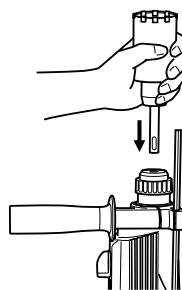
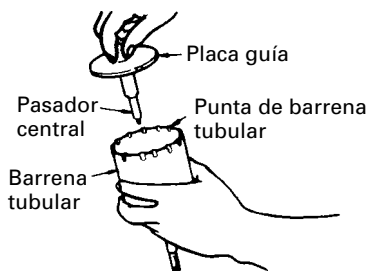

Fig. 15
Fig. 16
- (2) Montar la espiga de la barrena tubular en el martillo giratorio. (Fig. 15)
- (3) Insertar el pasador central en la placa guía hasta que se pare.
- (4) Unir la placa guía con la barrena tubular y girar la placa guía hacia la izquierda o hacia la derecha de forma que no se caiga a pesar de estar indicando hacia abajo. (Fig. 16)